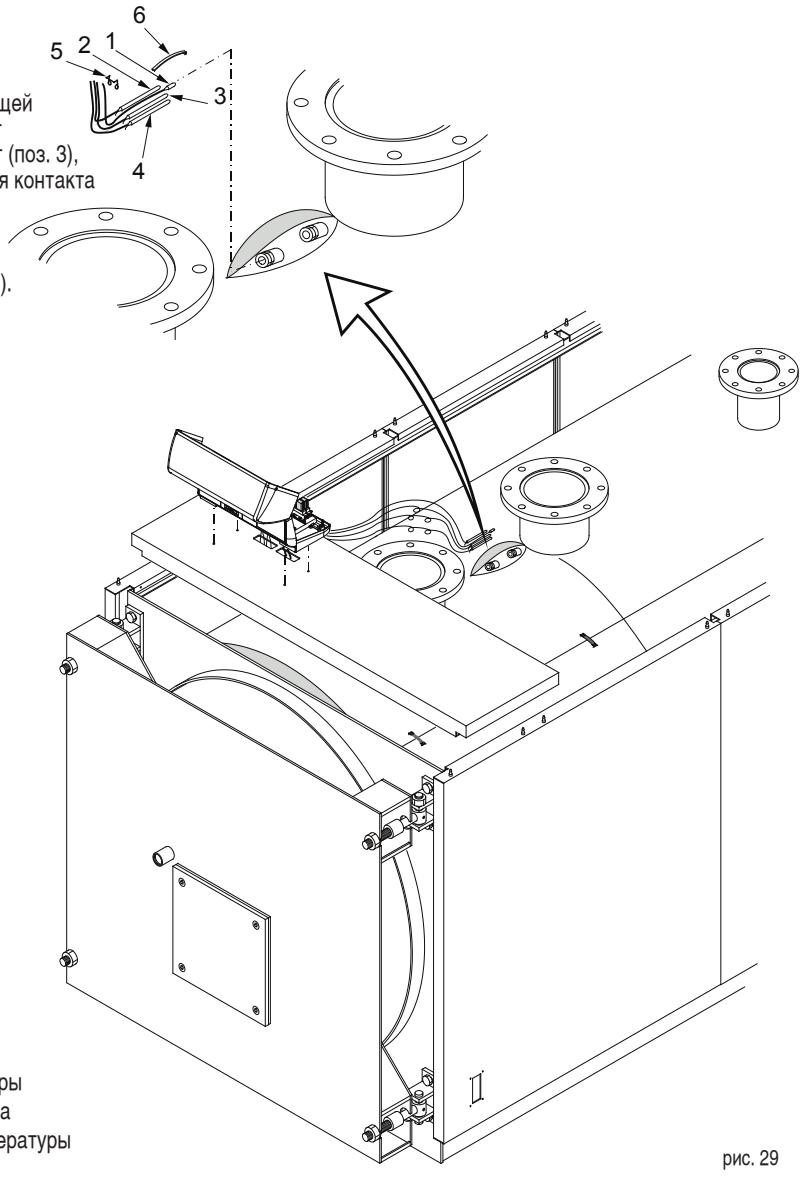

рис. 29
- E) Вставьте датчики приборов в манжеты, как показано на рис. 29 и подключите пульт управления к электропитанию, к горелке, насосам, и т.д. Закройте крышку панели управления.
- E) Вставьте датчики приборов в манжеты, как показано на рис. 29 и подключите пульт управления к электропитанию, к горелке, насосам, и т.д. Закройте крышку панели
- E) Вставьте датчики приборов в манжеты, как показано на рис. 29 и подключите панель управления к электропитанию, к горелке, насосам, и т.д. Закройте крышку панели управления.
Произведите установку датчиков в погружную гильзу, расположенную в верхней части котла (см. рис. 29) в следующей последовательности: датчик температуры (поз. 1), термостат рабочей температуры (поз. 2), предохранительный термостат (поз. 3), термостат минимальной температуры (поз. 4). Для улучшения контакта с котлом, рекомендуется опустить датчики на самое дно погружной гильзы.